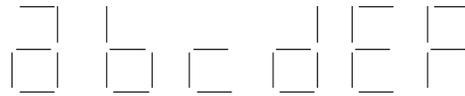

Figura 10.3: Segmentos a encender para formar letras.
2. Modifique la subrutina del punto 1 de tal forma que sea posible visualizar digitos hexadecimales, es decir además de los dígitos decimales se puedan visualizar las letras de la “a” a la “f” como se ilustra en la Figura 10.3. Recuerde que para distinguir variables en C de simples